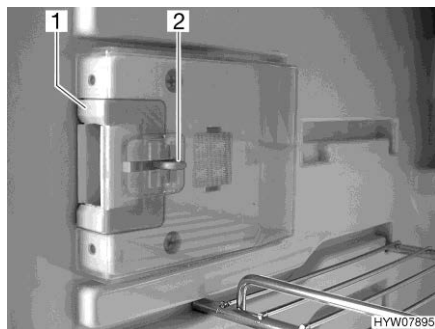
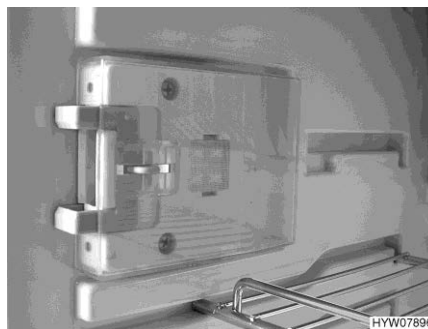

Bild 260 Låsanordning (normalläge)
Bild 261 Låsanordning (ventilationsläge)
- Tryck in frigöringen (Bild 260,2).
- Skjut låsanordningen (Bild 260,1) framåt (Bild 261).